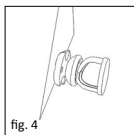

fig. 4
■ **Fig. 4** Den klokkeformede del af sizeren bruges til at holde stapes hovedet under målingen. Den tallerkenformede del er beregnet til at ligge an imod trommehinden. Der skal ved bestemmelsen af proteselængden tages hensyn til tykkelsen af transplantatet (f.eks. bruskskive), som sendere bruges til mellemlæg imod trommehinden. Når den optimale længde er blevet bestemt, kan den partielle protese af den korrekte længde vælges/justeres.